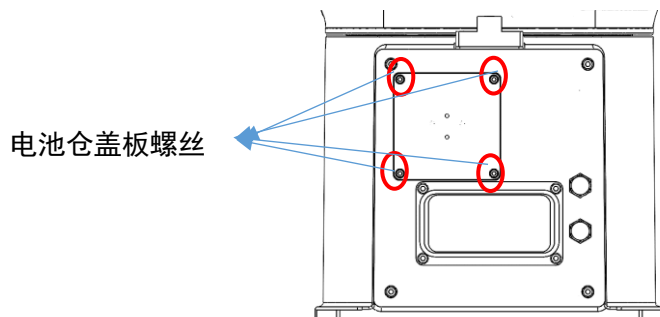
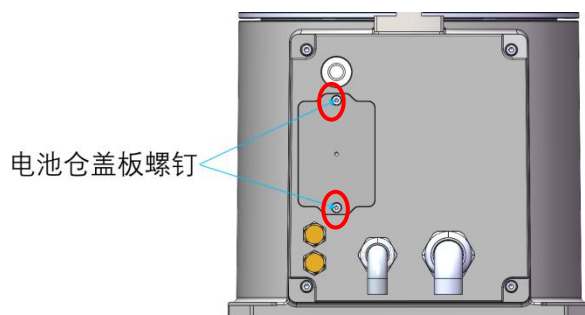

图 6.2 GBT-P7A 系列本机械本体编码器电池仓螺丝（新版本）
图 6.3 GBT-P7B 系列本机械本体编码器电池仓螺丝（新版本）
- 1) 根据机器人型号拧掉图 6.2 或图 6.3 所示的电池仓盖板螺丝，将编码器电池仓盖板拉出；
- 6) 盖上电池仓盖板，拧紧图 6.2 或 6.3 所示的电池仓盖板螺丝；